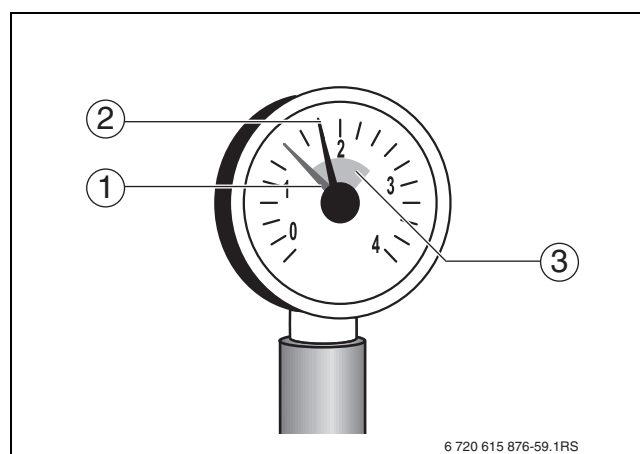

Fig. 10 Manometro per impianti chiusi
- Se dovesse verificarsi una diminuzione della pressione d'esercizio in seguito alla disaerazione (vedere impostazione lancetta rossa sul manometro → fig. 10, pag. 14), rabboccare con acqua.